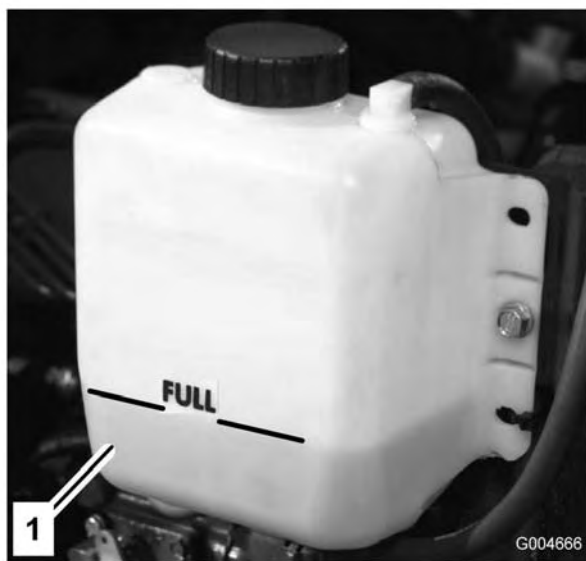

Figura 7
1. Togliete con cautela il tappo del radiatore e il tappo del serbatoio di espansione (Figura 7).